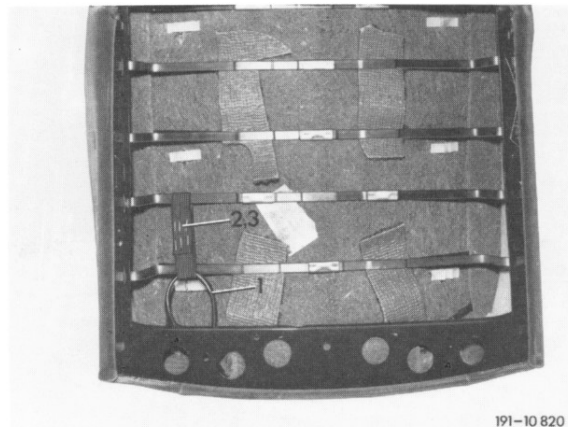

Bild 8
11 Bezüge teilweise an den Lehnen montieren. Anschließend elektrische Leitungen der Heizkissen (1) nach Bild 8 verlegen und mit den Gummibändern (2) und den Heftklammern (3) an den Lehnenrahmen befestigen (Bild 8).